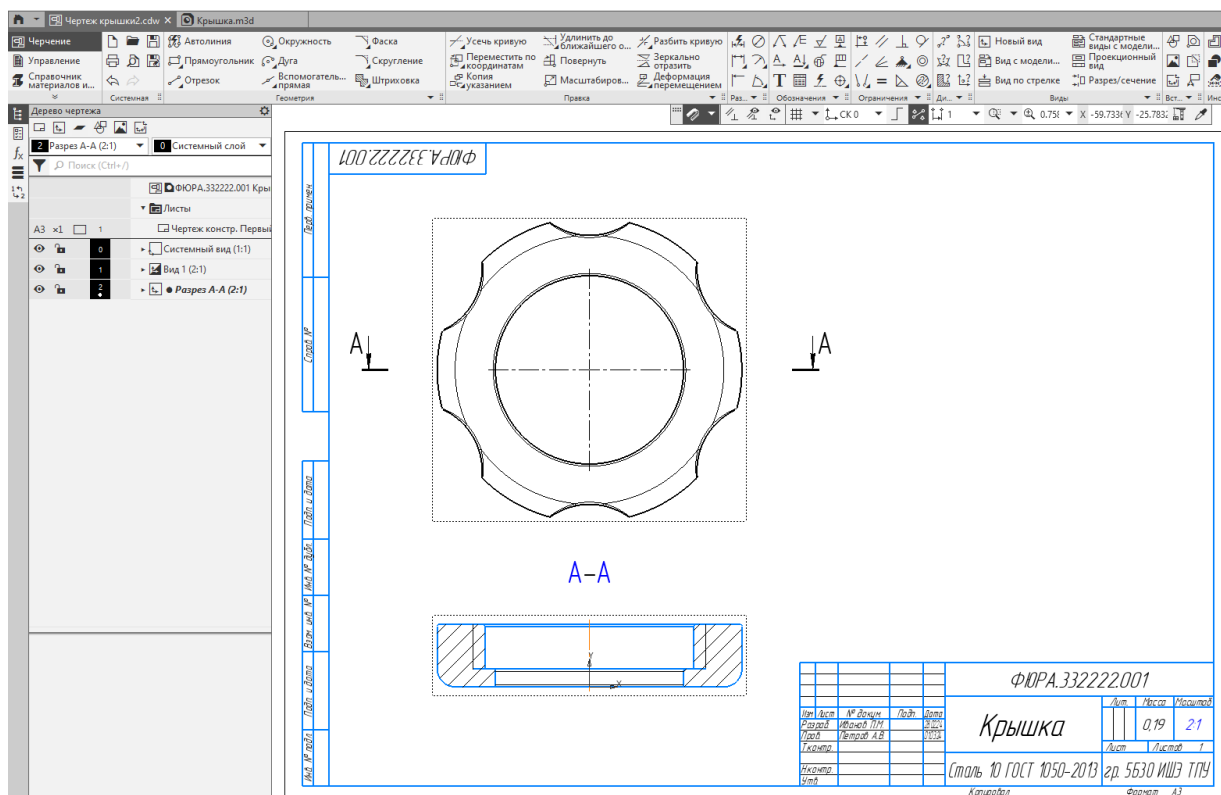

Рисунок 6 – Создание второго вида с разрезом А–А
13.5 Разместите второй вид крышки в разрезе А–А ниже основного как в Приложении 1 [Упр. 12]. Для этого добавьте горизонтальную линию разреза соответствующей командой на открытой панели инструментов «Черчение» в разделе «Обозначения»  и разместите ниже второй вид с разрезом (рис. 6).